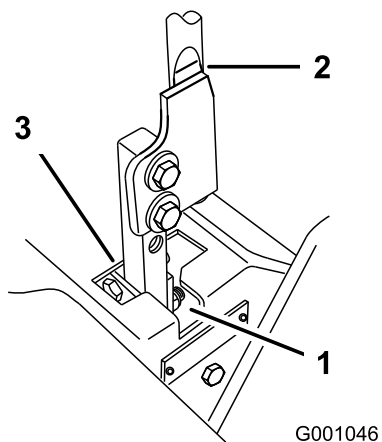

Figure 63
5. Placez le levier au point mort, sans le verrouiller (Figure 63).
6. Tirez le levier en arrière jusqu'à ce que la lame de chape (situé sur le bras au-dessous de l'axe de pivot) touche l'extrémité de la fente (c.-à-d. commence juste à appuyer sur le ressort) (Figure 63).
7. Vérifiez la position du levier par rapport au cran de la console (Figure 63). Il doit être centré de façon à pouvoir pivoter vers l'extérieur jusqu'à la position de verrouillage du point mort.